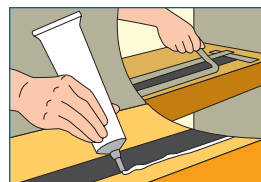

Figure 5
- Mastic d'étanchéité** : pour protéger le revêtement de l'humidité ou de produits chimiques susceptibles de dégrader le collage, il est conseillé de border le périmètre du revêtement antidérapant avec le mastic d'étanchéité en tube 3M Scotch-Seal 1103 (**Fig. 5**).